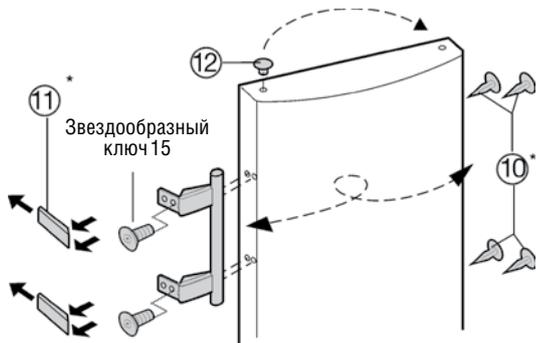

Рис. 8
- ▶ Снимите стопор 12 (Рис. 8) с несущей втулки и переместите его.
- ▶ Снимите ручку двери, стопоры 10 (Рис. 8) и нажимные пластины 11 (Рис. 8) и перевесьте их на другую сторону.